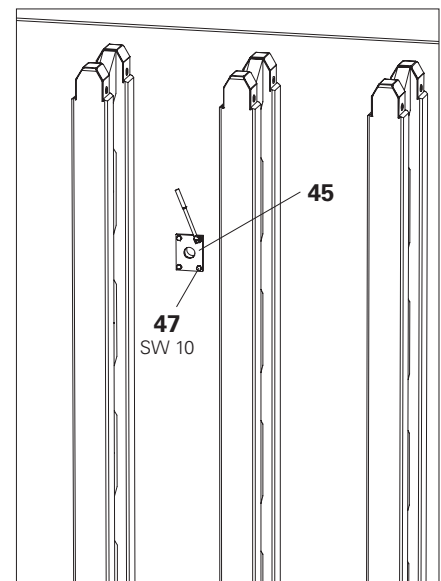

Fig. A5.10
3. Montare la piastrina di predisposizione M24 (45) con 4x viti per legno esag. 6x20 DIN571 (47) sul manto. (Fig. A5.10)